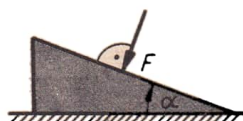

Bild 29
- 3.18** Auf einen Keil (Masse 5,0 kg, Neigungswinkel 30°), der auf seiner Unterlage mit Reibung gleiten kann, wirkt senkrecht zur Flanke eine Kraft (Bild 29). 1. Berechnen Sie den Maximalbetrag dieser Kraft, wenn der Keil allein durch die Reibungskraft zwischen Keil und Unterlage gehalten werden soll. Die Haftreibungszahl beträgt 0,50. 2. Diskutieren Sie anhand der erhaltenen Gleichung die Abhängigkeit der Kraft F_{\max} vom Keilwinkel α .